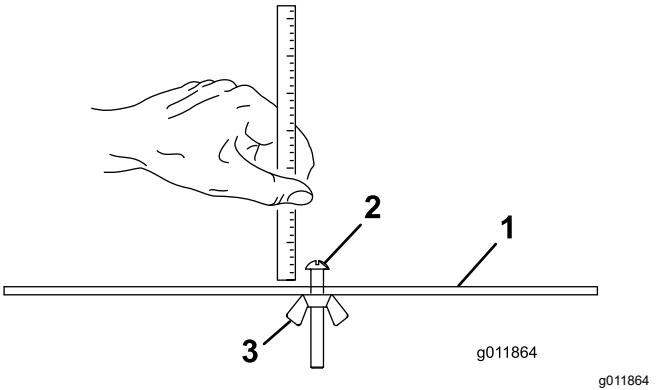

Figure 15
- Desserrez l'écrou du gabarit (Figure 15) et tournez la vis de réglage de manière à obtenir la hauteur de coupe voulue.